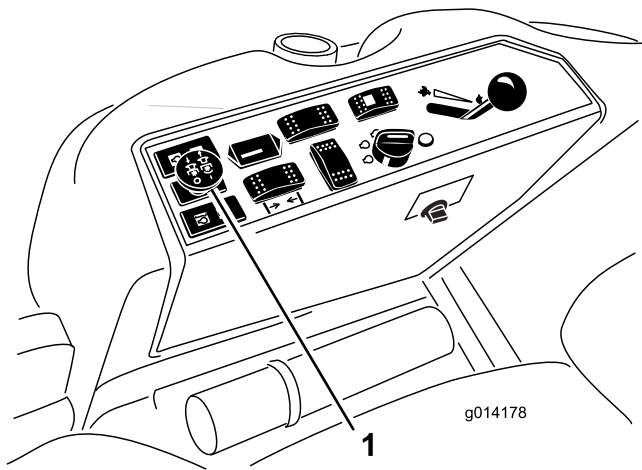

Рисунок 12
3. Потяните выключатель механизма отбора мощности, чтобы включить его (Рисунок 12).